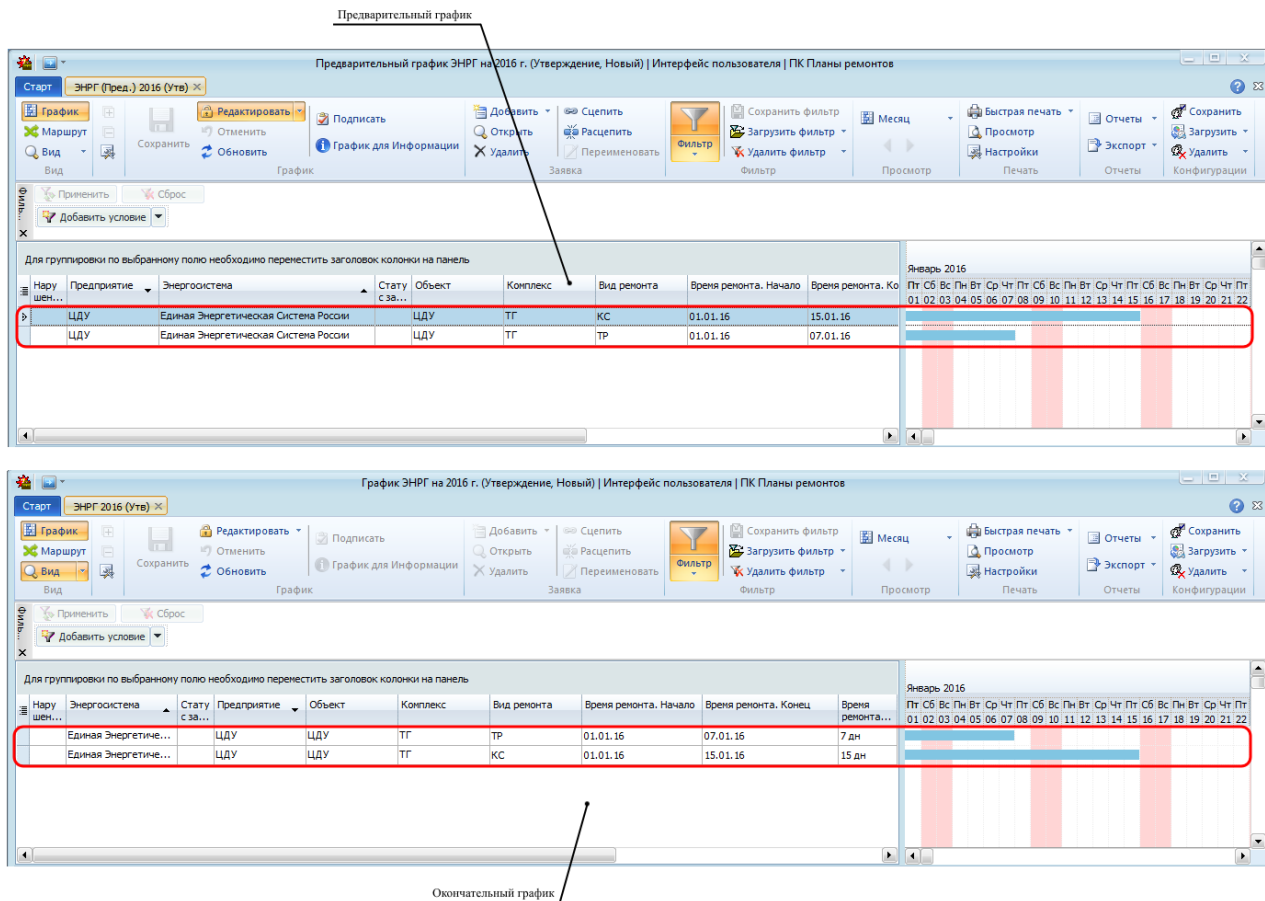

Рисунок 9.17 – Создание окончательного графика на основе предварительного
- если окончательный график заданного периода и типа не существует, то он создается на основе предварительного графика. В созданный график переносится информация о заявках из предварительного графика (Рисунок 9.17). Заявки, снятые (отказанные) в предварительном графике, или заявки, подающее предприятие которых не соответствует текущему предприятию, не учитываются при создании окончательного графика. Заявленное время заявки из окончательного графика типа «ЭНРГ» совпадает со временем ремонта